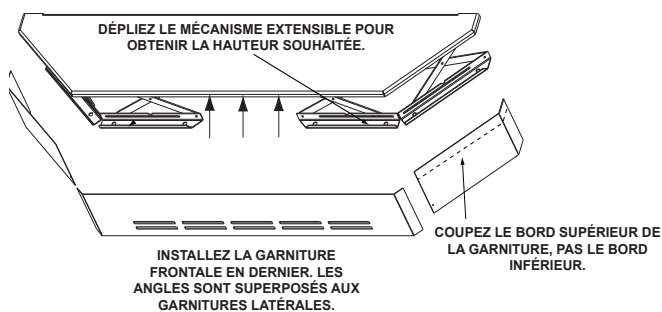

Figure 21.2
2. Dépliez les mécanismes extensibles à la hauteur souhaitée. Utilisez un tournevis à tête cruciforme et serrez les vis pour bloquer les mécanismes en place (**Figure 21.2**).
3. Mesurez les garnitures frontales et latérales de façon à ce qu'elles soient suffisamment hautes pour recouvrir les mécanismes extensibles et faites une marque au crayon avant de les couper. Coupez la garniture en trop sur le bord supérieur, pas le bord inférieur. Le bord est tranchant. Portez des gants pour éviter de vous blesser (**Figure 21.2**).